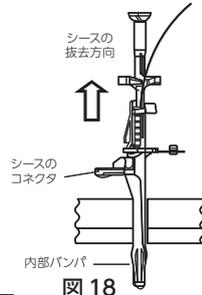
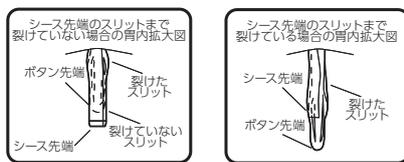

図 18
図 19
- ボタンを十分胃内に挿入した後、ボタンの内部バンパが胃内から抜けないようにオブチュレータを確実に固定把持し、シースのコネクタを上方に引っ張り、スリットを裂きながらシースを体外へ抜去する。（図18）なお、シースの留置状態、ボタンの有効長などによりボタン挿入時にシース先端のスリットまで完全に裂ける場合がある。（図19）